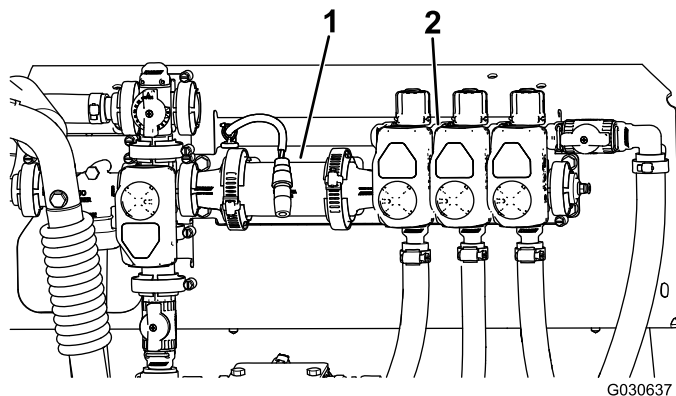

Figura 7
- F. Mova cuidadosamente o conjunto das válvulas das rampas para a posição alinhada com o corpo do fluxímetro (Figura 7).